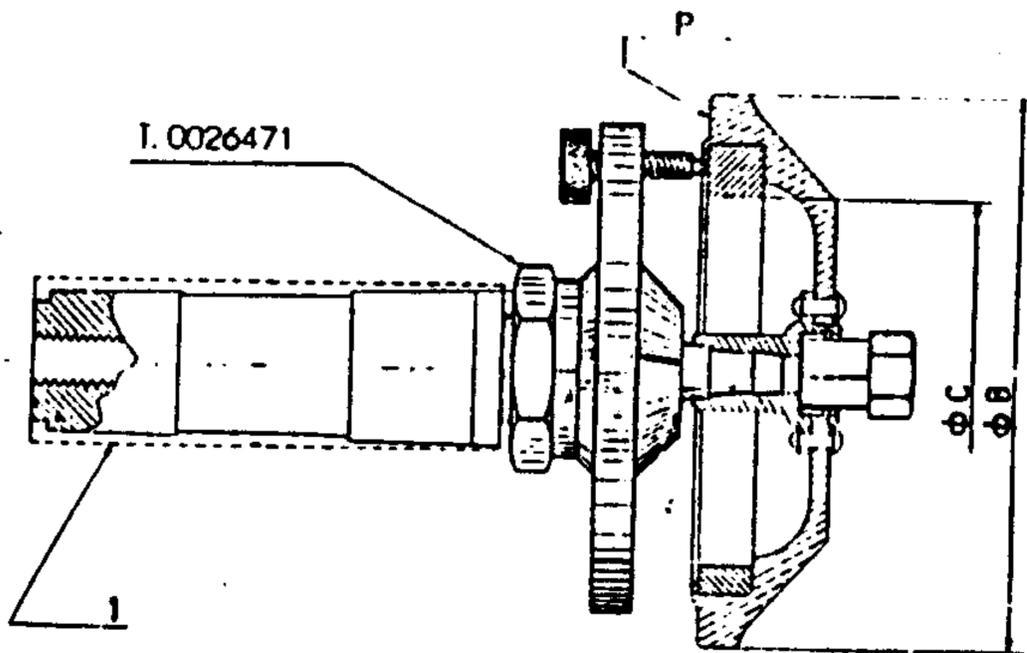

Fig. 19 - Controllo concentricità diametri
6. - Con la spina T.0026471 ed un orologio comparatore controllare (ved. fig. 19) la concentricità del diametro B e la normalità del piano P rispetto all'asse di rotazione. Se la eccentricità supera 0,03 mm. ritoccare il diametro B al tornio.